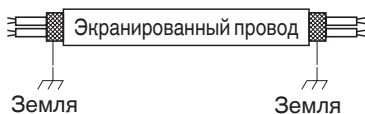

Рис. 4-6
- Используйте экранированные провода для межблочной проводки управления (С) и заземлите оплетку с обеих сторон, в противном случае возможно нарушение работы из-за помех. (Рис. 4-6)